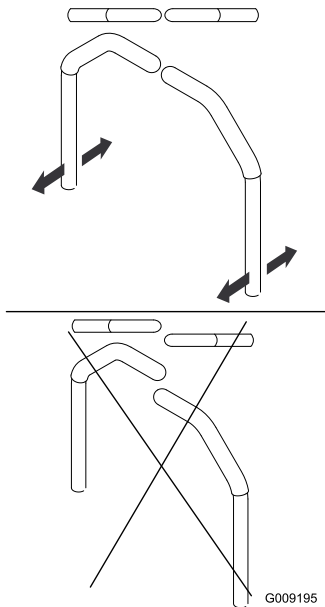

Figura 90
4. Alinee las palancas en el sentido adelante/atrás acercándolas a la posición de PUNTO MUERTO, y moviéndolas hasta que estén alineadas; luego apriete los pernos (Figura 90).